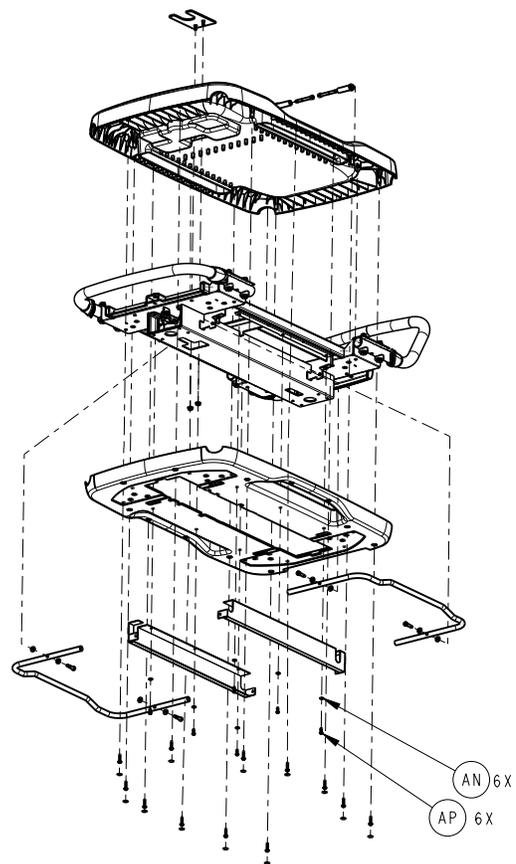

Figure 9 – Supports de fixation
4. À l'aide d'une clé Torx T15, retirer les six vis (AP) et les rondelles (AN) qui fixent les supports à cliquet au couvercle (Figure 9). Conserver les vis et les rondelles.